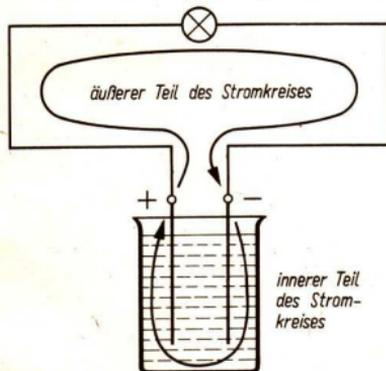

Bild 16
1. Im bisherigen Unterricht haben Sie Spannungen und Stromstärken im sogenannten *äußeren Teil des Stromkreises* untersucht (Bild 16). Jede Spannungsquelle bildet aber im gesamten Stromkreis selbst einen Widerstand. Diesen Teil des Stromkreises nennt man den *inneren Teil des Stromkreises*.